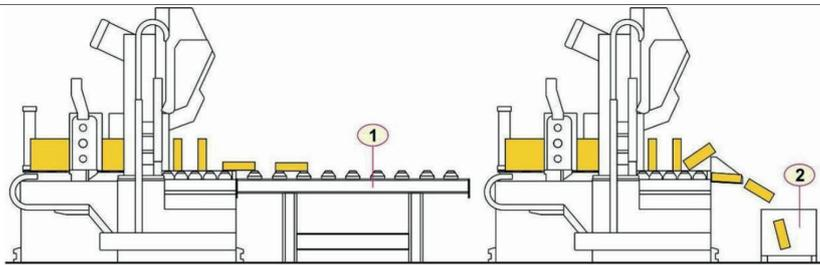

Fig. 54 Convoyeur à rouleaux ou récipient pour recueillir les pièces coupées
Utilisez un convoyeur à rouleaux (Fig. 54, pos. 1) ou un récipient (Fig. 54, pos. 2) pour recueillir les pièces coupées.